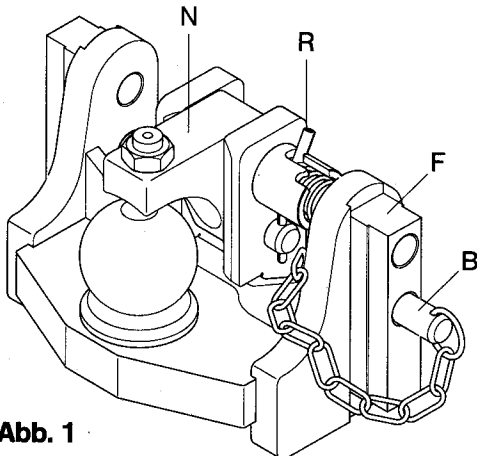

Abb. 1
- Sicherungsbolzen (R) in **Pos. 2** (s. Abb. 1, 4) bringen
- Niederhalterklinke (N) anheben
- Niederhalterklinke (N) nach unten drücken: